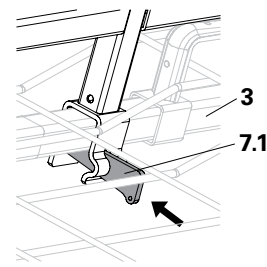

Fig. A8.03b
6. Le portillon d'about MXK est fixé sur le montant de garde-corps MXK (3) en frappant avec un marteau sur les deux coins (7.1). (Fig. A8.03b)